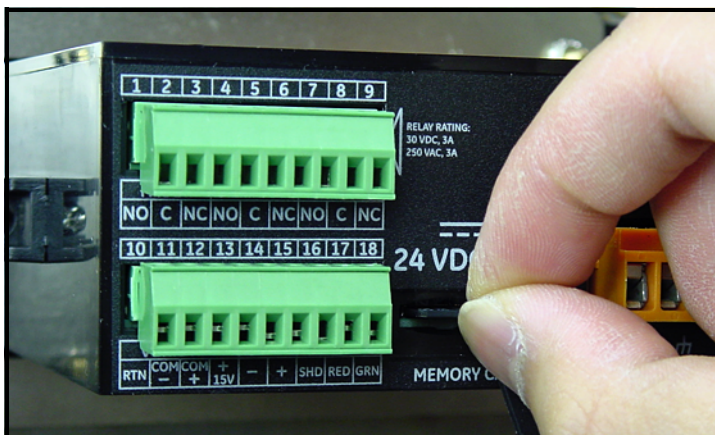

Рисунок 51: Извлечение карты MicroSD
3. После частичного выталкивания карты MicroSD, вытяните её из шасси dew.IQ (см. Рисунок 51 ниже).